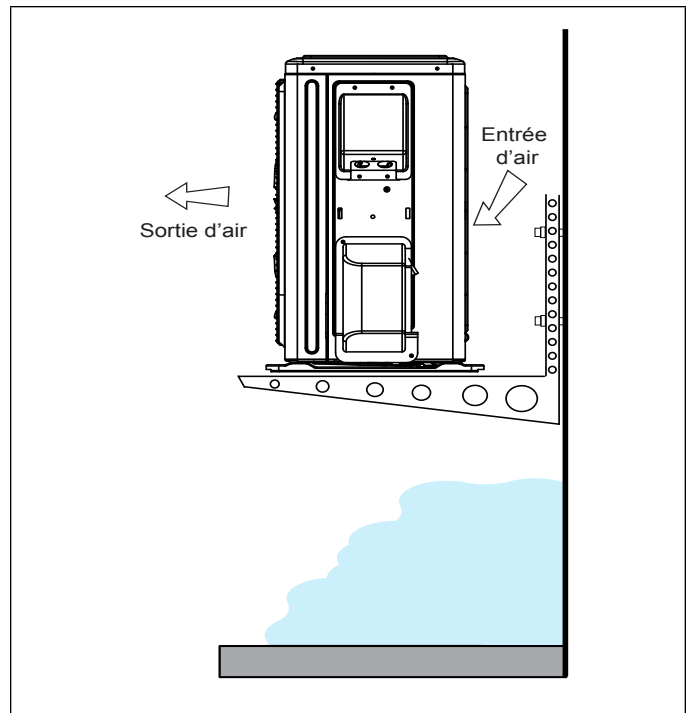

Figure 7. Unité extérieure sur supports au-dessus du niveau de la neige
- La base de l'unité extérieure doit être située au-dessus du niveau moyen de la neige comme illustré à la « Figure 7. Unité extérieure sur supports au-dessus du niveau de la neige » à la page 21.